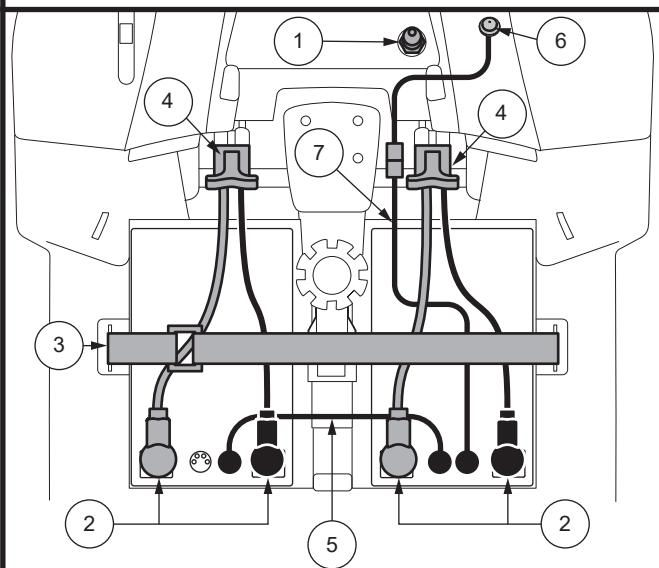

Figura 12. Remoción de la batería / Instalación de
7. Coloque una nueva batería en cada espacio destinado a las baterías. Las terminales de la batería deben mirar en sentido contrario al asiento, con las terminales positivas (+) y negativas (-) posicionadas tal como se indica en la **figura 12**.
**¡ADVERTENCIA!** Cuando se enfrente a una situación de emergencia, las baterías se pueden desconectar rápidamente tirando hacia ADELANTE de la correa de desconexión de emergencia de la batería. Con precaución. Tenga en cuenta que apagar el scooter puede hacer que se detenga abruptamente. Para liberar la parada de emergencia y restaurar la capacidad de conducción del scooter, retire el asiento y la cubierta de la batería y vuelva a conectar el conector de la batería como se muestra en la Figura 12.
*NOTA: Si está equipado, asegúrese de que el interruptor de desconexión de la batería esté en la posición "encendido" (-) antes de cargar su batería del vehículo. La batería NO se cargará si el interruptor de desconexión de la batería está en la posición "apagado" (O). Ver figura 12.*
**¡ADVERTENCIA!** Cuando se enfrente a una situación de emergencia, las baterías se pueden desconectar rápidamente presionando el interruptor de desconexión de la batería en la posición "apagado", lo que hará que el botón salte. Con precaución. Tenga en cuenta que apagar el scooter puede provocar que se detenga abruptamente. Para liberar la parada de emergencia y restaurar la capacidad de conducción del scooter, presione el botón de desconexión de la batería una vez más, presionándolo hacia abajo hasta la posición "encendido". Ver figura 12.